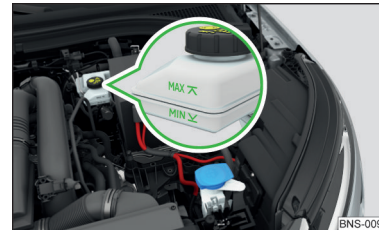

Abb. 327
Bremsflüssigkeitsstand prüfen - der Bremsflüssigkeitsstand muss zwischen den Markierungen „MIN“ und „MAX“ liegen » **Abb. 327**.
- Sinkt der Flüssigkeitsstand innerhalb kurzer Zeit deutlich ab oder sinkt er unter die Markierung „MIN“ » **Abb. 327**, so kann die Bremsanlage undicht geworden sein. **!** Nicht weiterfahren - es besteht Unfallgefahr! Die Hilfe eines Fachbetriebs in Anspruch nehmen.